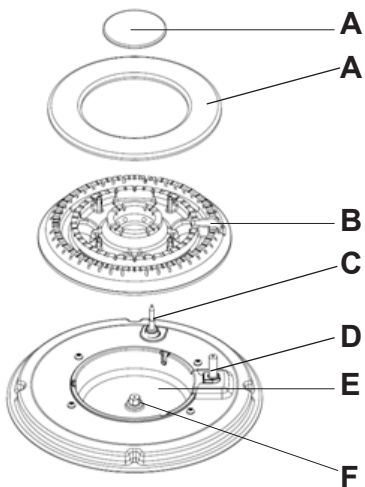

Figura 7
2. A continuación, ajustar la llama según se desee y mantenga pulsando la perrilla unos segundos más para que el calor de la llama active la válvula de seguridad (Figura 7 C). A continuación suelte la perrilla. Si después de varios intentos la llama no enciende, verificar si las tapas (Figura 7 A) y los separadores (Figura 7 B) se han montado correctamente.